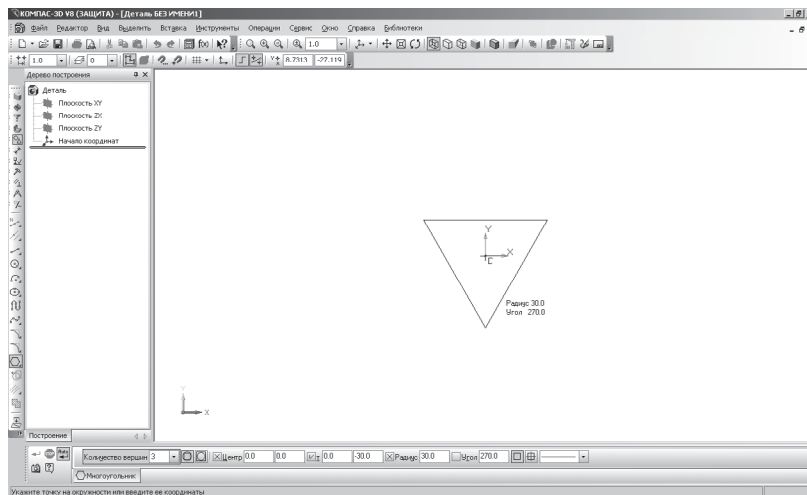

Рисунок 1.6 - Створення ескізу основи
- ортогональне креслення. Розташуєте трикутник, як показано на рис. 1.6;